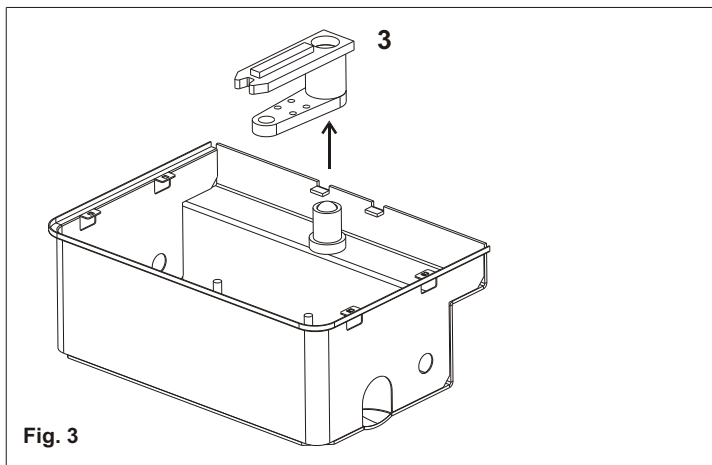
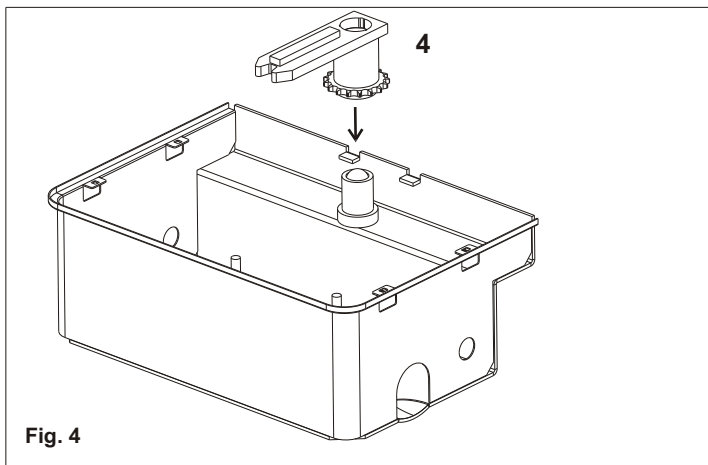

Fig. 3
Fig. 4
Sustituir el particular 3 de la Fig. 3 con el particular 4 de la figura Fig. 4.
N.B.: A inserir los conjuntos engrasar los mismos equipado con grasa (Fig.3, Fig.4).